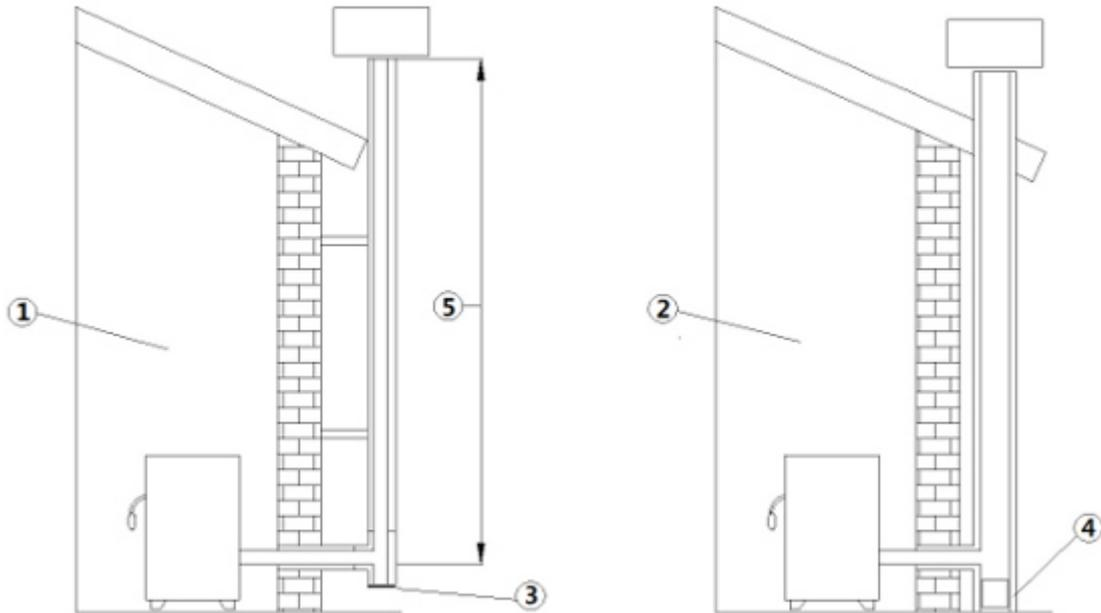

Fig. 2 - Rauchabzüge
LEGENDE Fig. 2 auf S. 8
- Der Schornstein muss unabhängig sein (siehe **Fig. 2 auf S. 8**) mit isolierten Edelstahl-Rohren (1) oder an einem bereits bestehenden Rauchabzug (2).
- Beide Lösungen müssen einen Inspektionsdeckel (3) und / oder eine Inspektionstür haben (4).